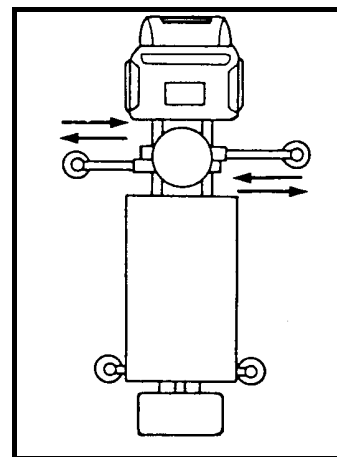

Fig. 2
- Vehículos ligeros dotados de brazos de apoyo sencillos y telescopiables perpendicularmente al eje del vehículo (Fig. 2).